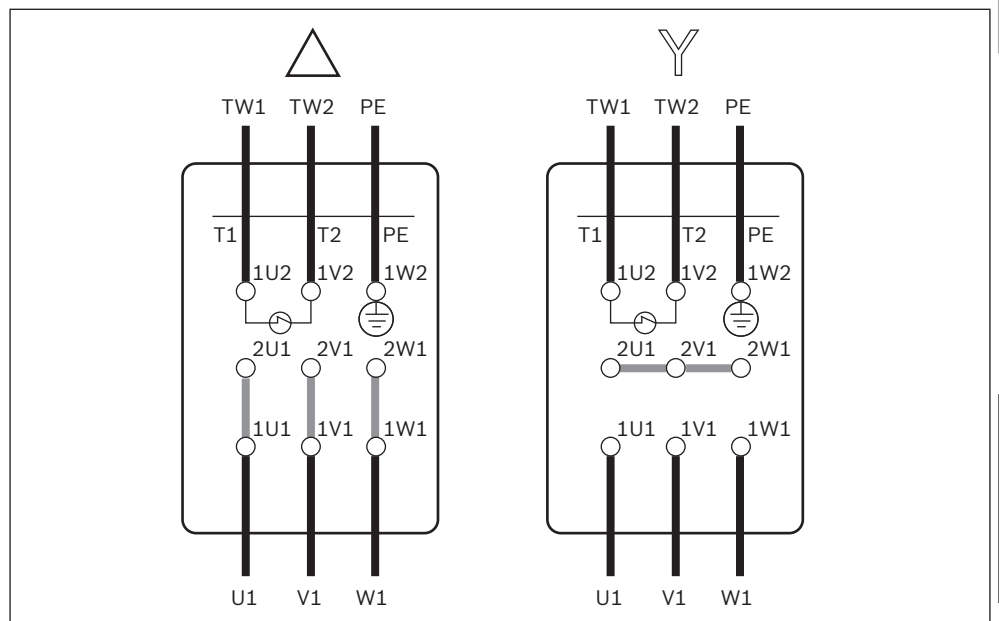

Abb. 10: Anschlusspläne Dreieckschaltung / Sternschaltung
- Schließen Sie den Motor entweder in Sternschaltung oder in Dreieckschaltung an, entsprechend den Anschlussplänen, siehe Abb. 10 auf Seite 11 und dem Anschlussplan im Klemmenkasten.
- Um die Drehrichtung des Motors zu ändern, tauschen Sie zwei beliebige Drähte (U1, V1 oder W1, siehe Abb. 10 auf Seite 11).